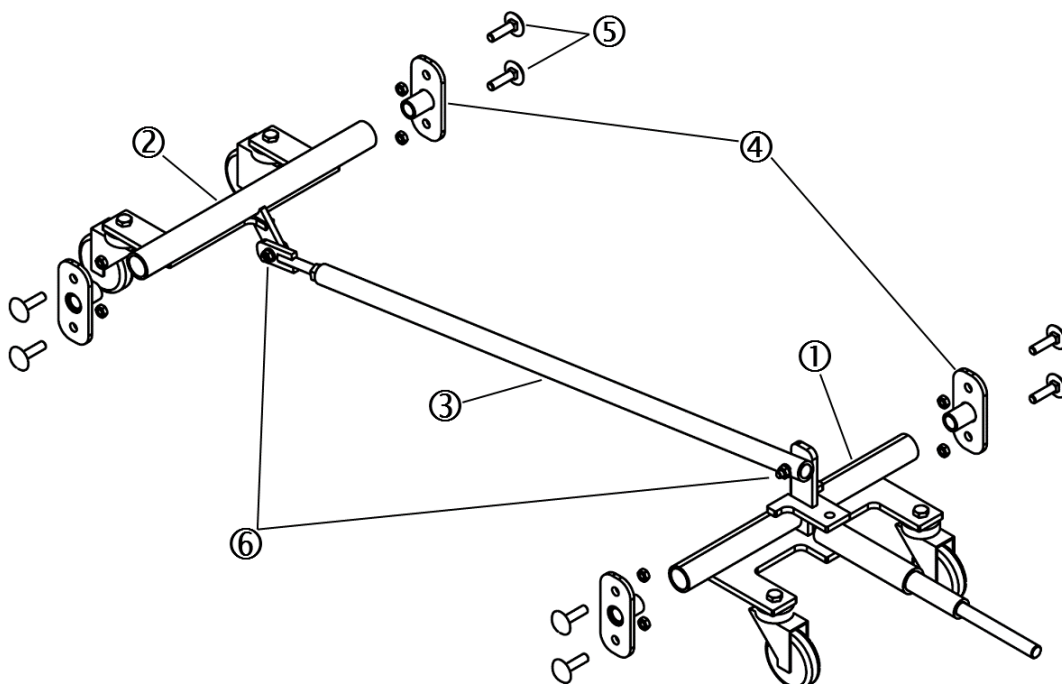

Abb. 4: Montage der Schwenkrollen-Einrichtung
Zur Montage der Schwenkrollen-Einrichtung (Abb. 4) stecken Sie zunächst die Achslager ④ in die Rohrenden der beiden Radsätze ① und ②. Anschließend legen Sie die Radsätze ① und ② gemeinsam mit den Achslagern ④ in das Kastenunterteil. Stecken Sie dabei den Teleskopgriff in die dafür vorgesehene Aussparung in der Stirnwand. Verschrauben Sie dann die Radsätze ① und ② am Kastenunterteil mit den mittels Hammers einzuschlagenden Schlossschrauben und Stoppmuttern ⑤.